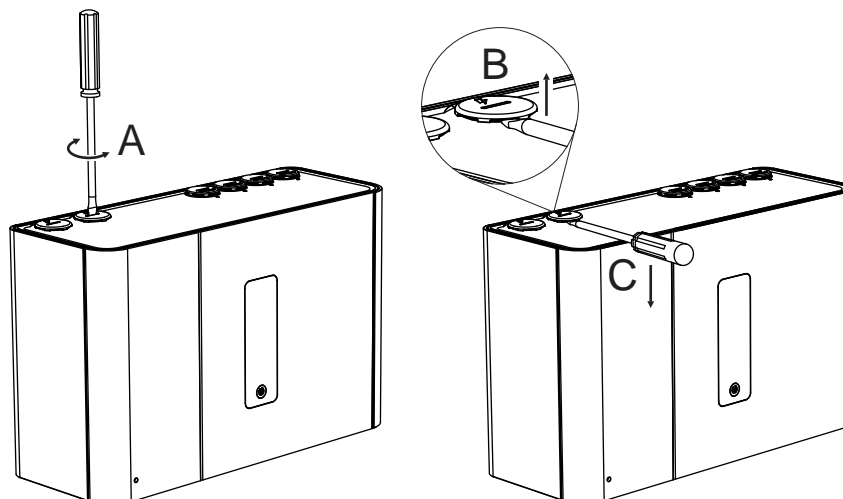

Figura 4-2: Retirar las clavijas de entrada de cable y tubería
- Retire las clavijas de entrada de cable y tubería, según sea necesario. Coloque un destornillador grande en la ranura de gran tamaño y gírela (A), o utilice un destornillador pequeño en las ranuras laterales (B) para extraer el tapón (Figura 4-2). Utilice el borde del detector (C) como punto de palanca para evitar marcas en la carcasa.